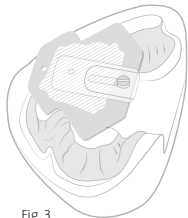

Fig. 3
**12.** Pintar bien la placa de registro de la mandíbula con el CANDULOR Marker. A continuación se colocan las plantillas y, siguiendo las indicaciones del dentista, el paciente procede a dibujar del arco gótico moviendo la mandíbula hacia anterior-posterior y hacia los lados (Fig. 3).